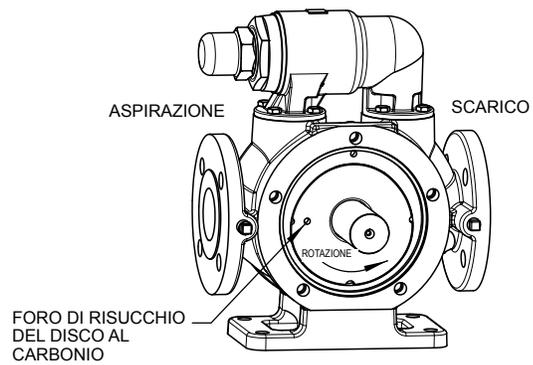

FIGURA 8
5. Installare un disco al carbonio nel corpo, facendo attenzione ad allineare il foro del disco con i fori di lubrificazione sul lato di aspirazione, come indicato in **Figura 8**.
11. Installare il secondo disco all'esterno del rotore. Accertarsi che il foro nel disco sia sul lato dell'aspirazione. Vedere **Figura 8**.